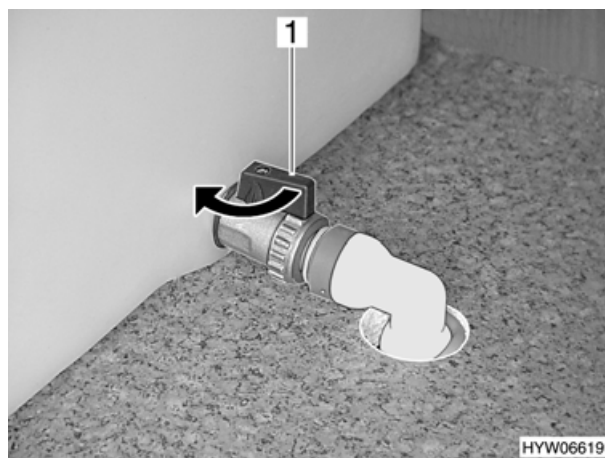

Fig. 86 Serbatoio dell'acqua potabile, rubinetto di scarico acqua
- Girare il rubinetto di scarico acqua (Fig. 86, 1) per chiudere nella direzione indicata dalla freccia.
- Aprire il rubinetto di scarico al serbatoio dell'acqua potabile (Fig. 86,1).